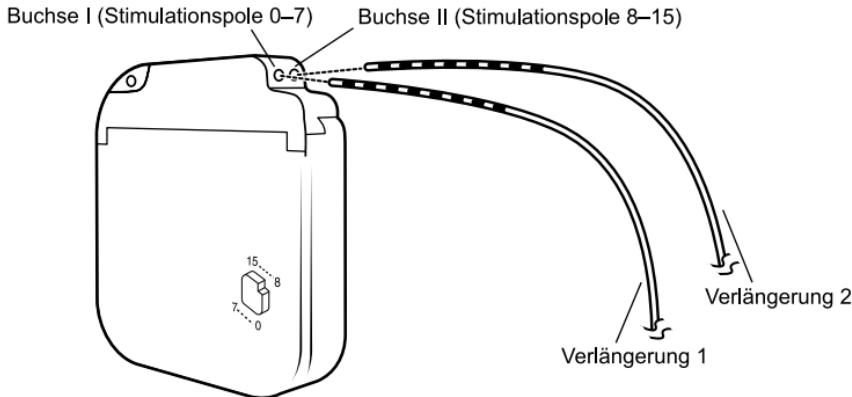

Abbildung 1. Führen Sie die Verlängerungsstecker vollständig in die Neurostimulator-Buchsen ein.
4. Jeden Verlängerungsstecker in die betreffende Buchse des Neurostimulators einführen, bis er richtig im Konnektorblock sitzt (Abbildung 1).